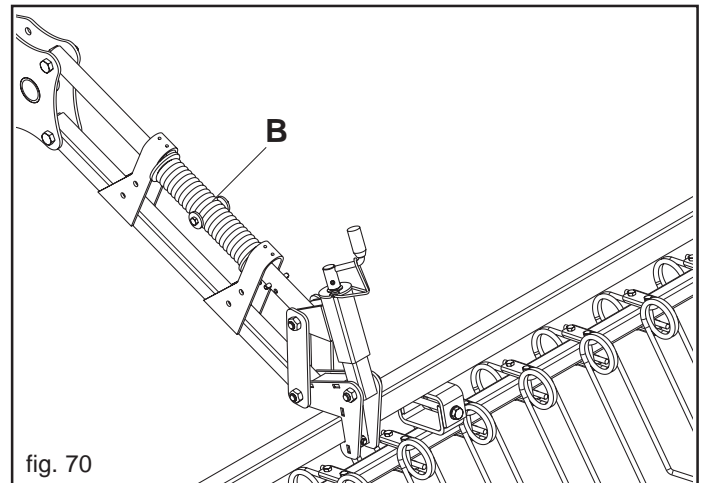

fig. 70
La pressione di lavoro dei denti a molle dell'erpice copriseme può essere variata mediante la rotazione della molla (B) posta sul braccio parallelo superiore (Fig. 70).